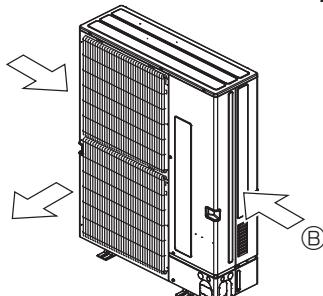

Fig. 3-4
- ③ Coloque la unidad de manera que la salida de aire sopla en dirección perpendicular a la dirección estacional del viento, si la conoce. (Fig. 3-4)